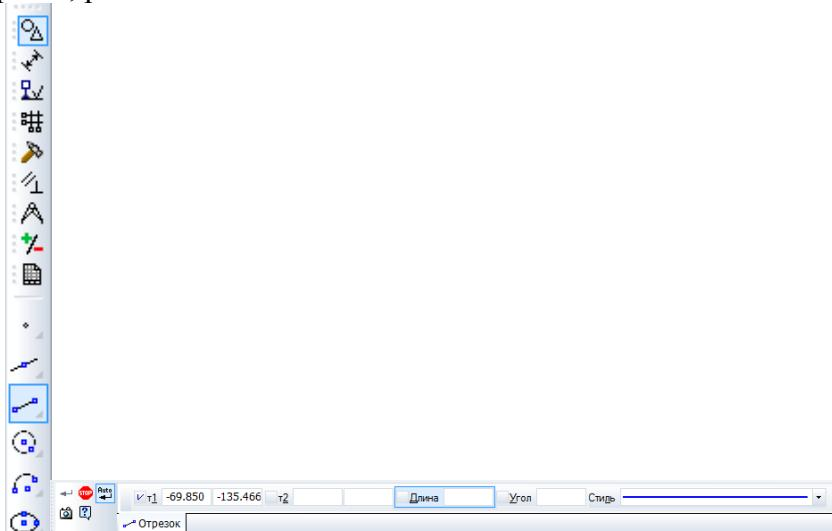

Рис. 1.1. Вкладка *Геометрия*
2. Щелкните на кнопке *отрезок* на панели инструментов **Геометрия** – система перешла в режим построения отрезка, рис.1.1.